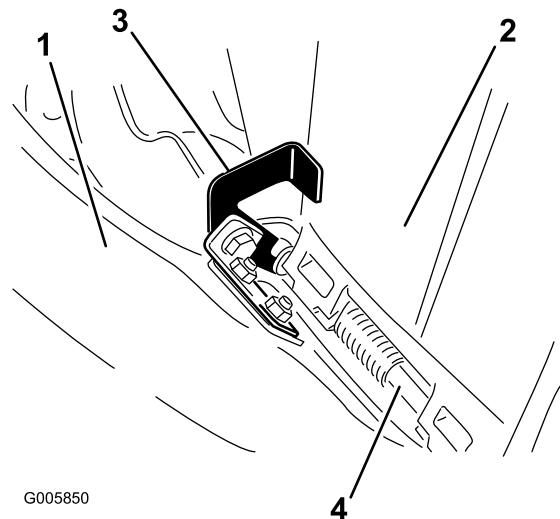

Bild 23
3. Haken Sie oben am Auswurfkanal den hakenförmigen Riegel um die Gelenkstange am Ablenkblech, siehe (Bild 23).